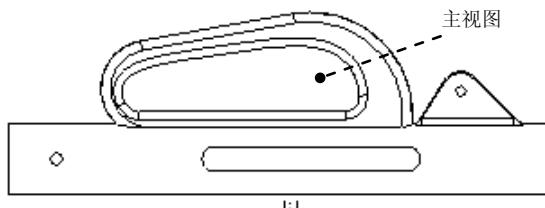
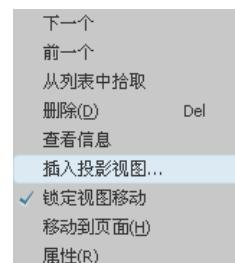

图 10.4.11 投影视图
图 10.4.12 快捷菜单
Step1. 选择图 10.4.11 所示的主视图，然后右击，系统弹出图 10.4.12 所示的快捷菜单，然后选择该快捷菜单中的**插入视图**命令。
Step2. 在系统^{选取绘制视图的中心点}的提示下，在图形区主视图的右部任意选择一点，系统自动创建左视图，如图 10.4.11 所示。如果在主视图的左边任意选择一点，则会产生右视图。